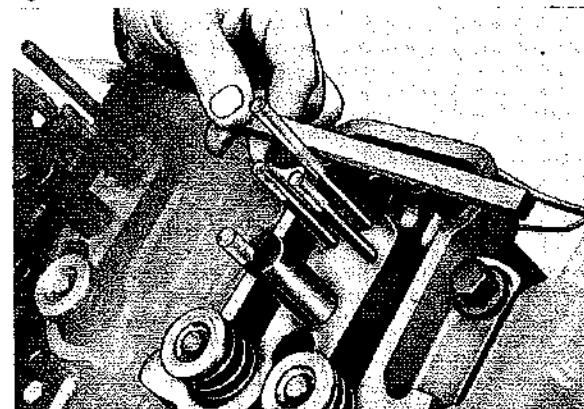

Fig. 54
- Ruotare l'albero a camme e porre le punterie in posizione d'incrocio (aspirazione apre, scarico chiude), controllando con una riga che siano alla stessa altezza (Fig. 54).